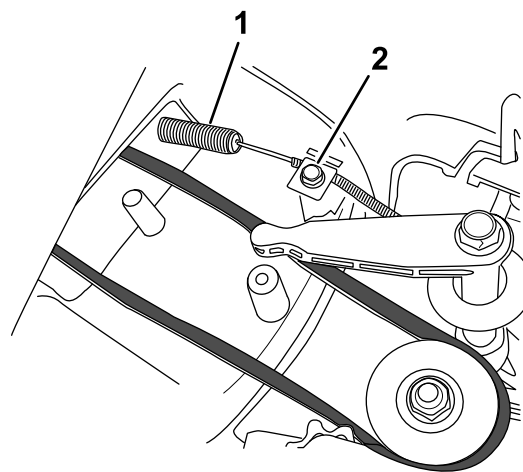

Figura 30
2. Instale o novo cabo mas não aperte a braçadeira na parte de cima da estrutura (Figura 30).